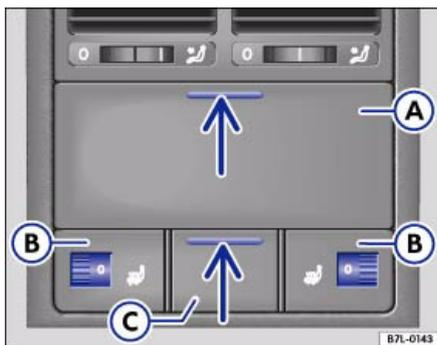

Abb. 75 Mittelkonsole hinten: Ablagefach **A**, Sitzheizung **B** und 12 Volt-Steckdose **C**
- Zum Öffnen drücken Sie auf die Blende²⁷⁾ ⇒ Abb. 75 **A**. Das Fach öffnet sich selbsttätig.
⇒ Seite 98, Abb. 75  keine Blende.
Bei einigen Modellausführungen besitzt das Ablagefach ⇒ Seite 98, Abb. 75  keine Blende.